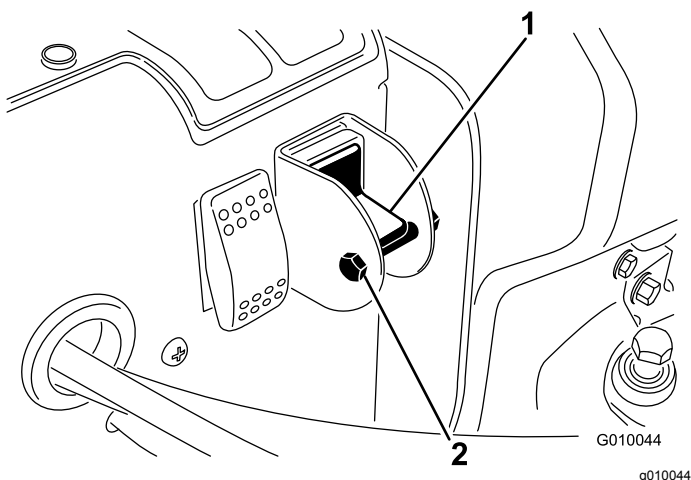

Figure 23
- Enlevez le boulon et l'écrou de blocage du sélecteur (Figure 23).